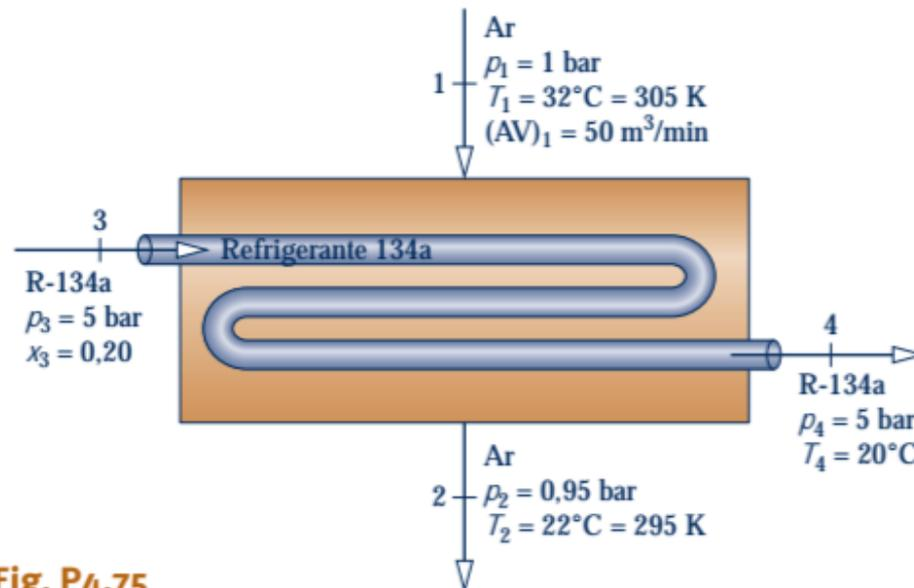

Fig. P4.75
- 4.75** Um sistema de ar condicionado é ilustrado na Fig. P4.75, no qual o ar escoia sobre tubos através dos quais flui Refrigerante 134a. O ar entra com uma vazão volumétrica de $50 \text{ m}^3/\text{min}$ a 32°C , 1 bar e sai a 22°C , 0,95 bar. O refrigerante entra nos tubos a 5 bar com um título de 20% e sai a 5 bar, 20°C . Ignorando a transferência de calor na superfície externa do ar condicionado e desprezando os efeitos das energia cinética e potencial, determine, considerando regime permanente,